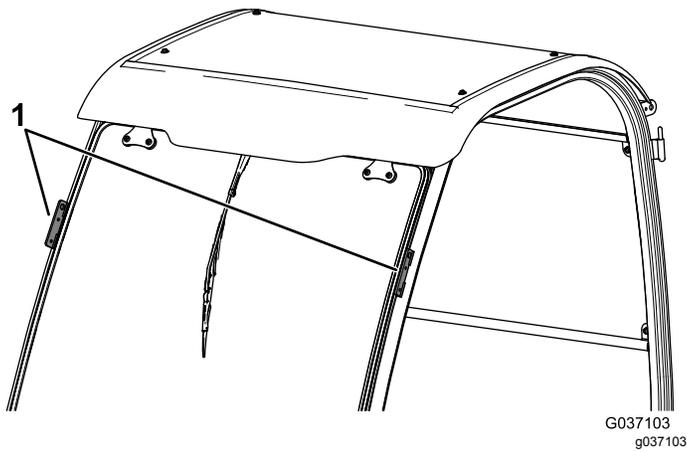

Figure 11
4. Soulevez le cadre de la cabine par les points de levage et placez-le sur la machine (Figure 11).